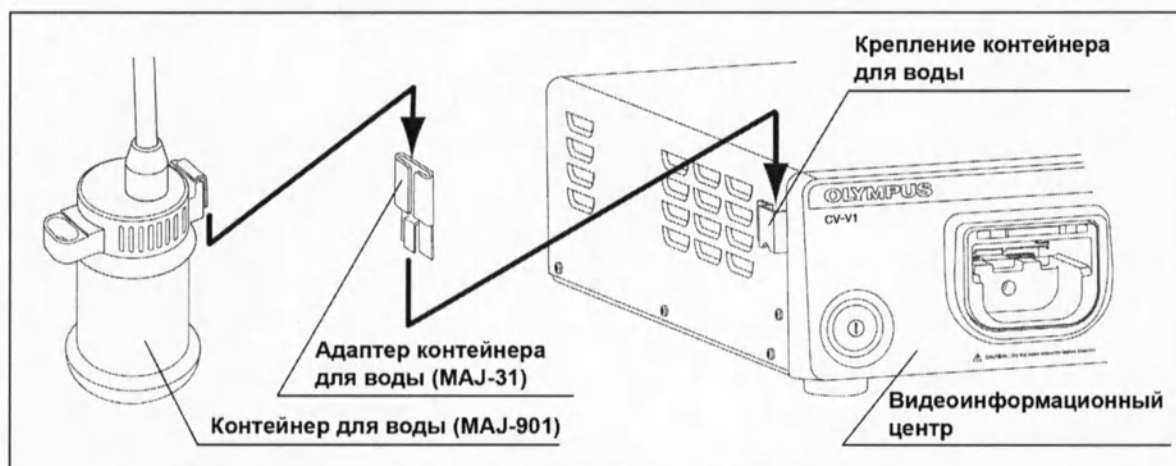

Рисунок 3.2
- 2 Присоедините адаптер контейнера для воды (MAJ-31) к крючку контейнера для воды в соответствии с руководством по эксплуатации адаптера контейнера для воды. (См. Рис. 3.2)
- 3 Установите контейнер для воды в крепление для контейнера на левой стороне видеоинформационного центра. (См. Рис. 3.2)